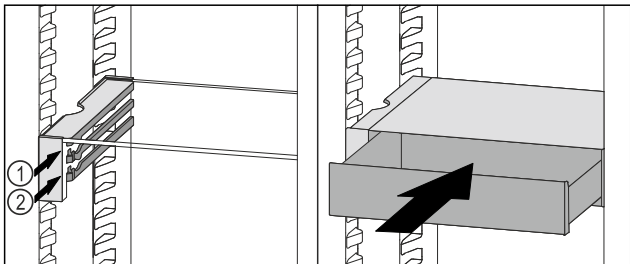

Fig. 91
- ▶ VarioSafe-Schubfach hinter den Stopperr auf gewünschter Rippe Fig. 91 (1) oder Fig. 91 (2) aufsetzen.